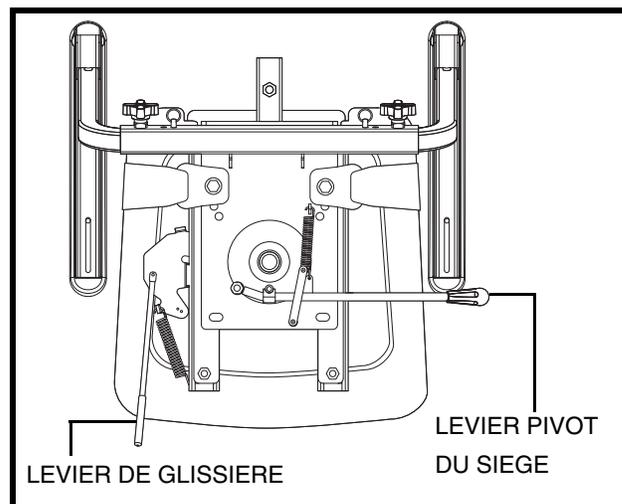

Figure 18. Réglage position du siège
1. Pesez sur le levier pour débloquer le siège. **Voir la figure 18.**
1. Tirez le levier vers l'extérieur. **Voir la figure 18.**